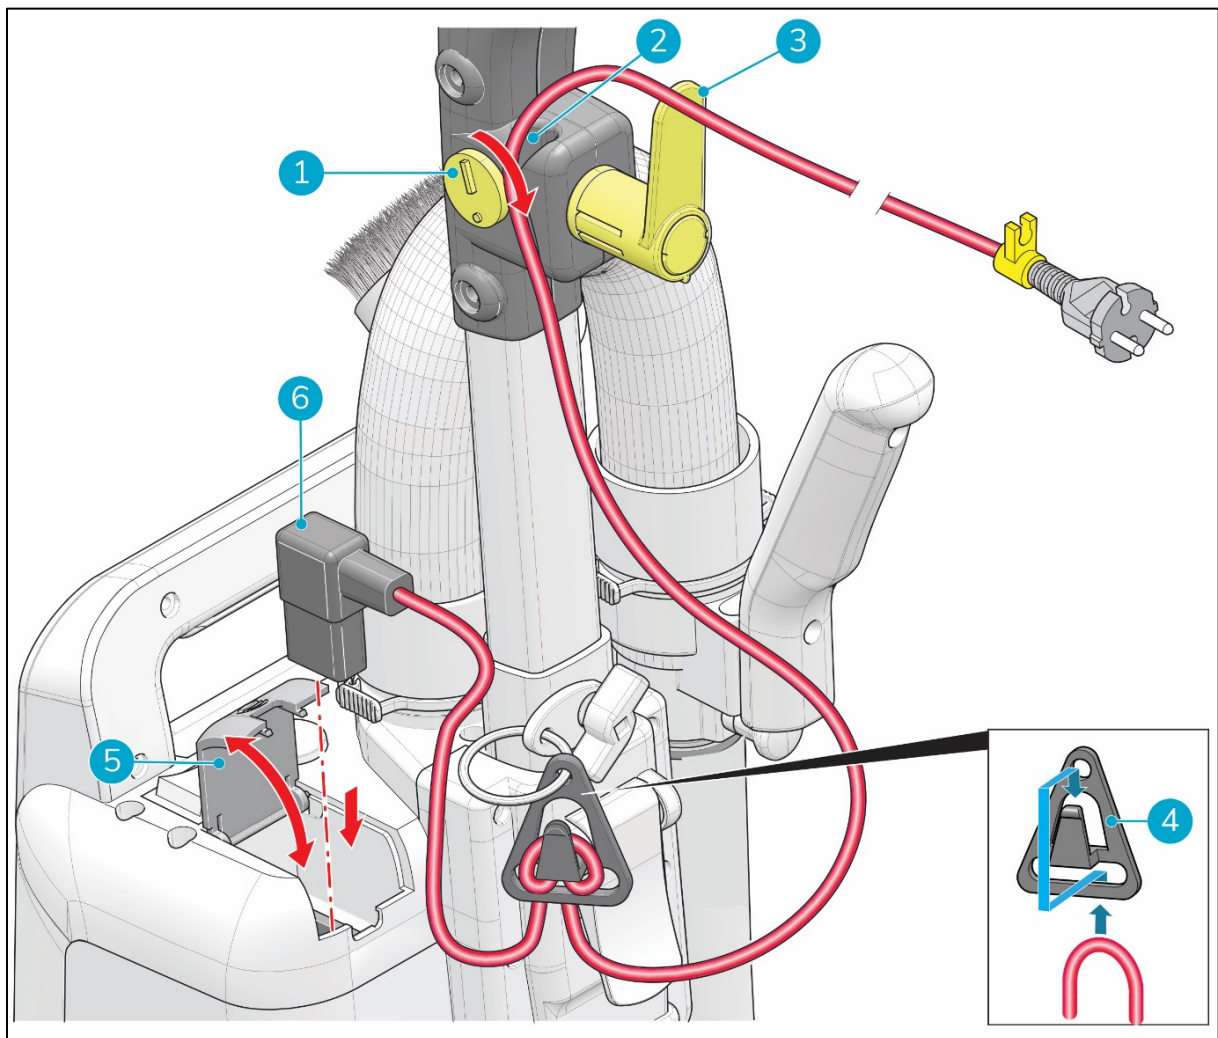

Afbeelding 9
1. Sluit één zijde van de slang (Afbeelding 9, pos 1) aan op de brede kant van de telescopische steel (Afbeelding 9, pos 3) terwijl u de clip indrukt (Afbeelding 9, pos 2).
2. Sluit de andere zijde van de slang aan op het bovenstuk (Afbeelding 9, pos 4) terwijl u op de clip drukt (Afbeelding 9, pos 2).
3. Plaats de smalle kant van de telescopische steel in de ronde opening (Afbeelding 9, pos 5) in het onderstuk.